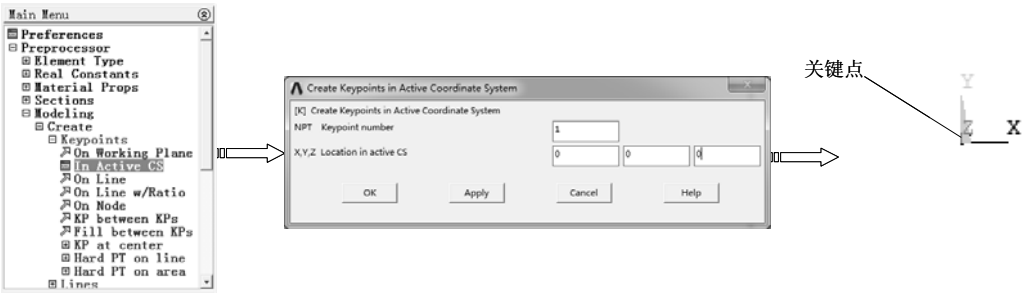

图 7-221 在活动坐标系中创建关键点 1
1) 选择 “Main Menu>Preprocessor>Modeling>Create>Keypoints>In Active CS” 命令，弹出 “Create Keypoints in Active Coordinate System” 对话框，输入关键点号为 1 和坐标值 (0, 0, 0)，单击 “OK” 按钮，以当前活动坐标系（系统默认为笛卡儿坐标系）定义一个关键点，如图 7-221 所示。